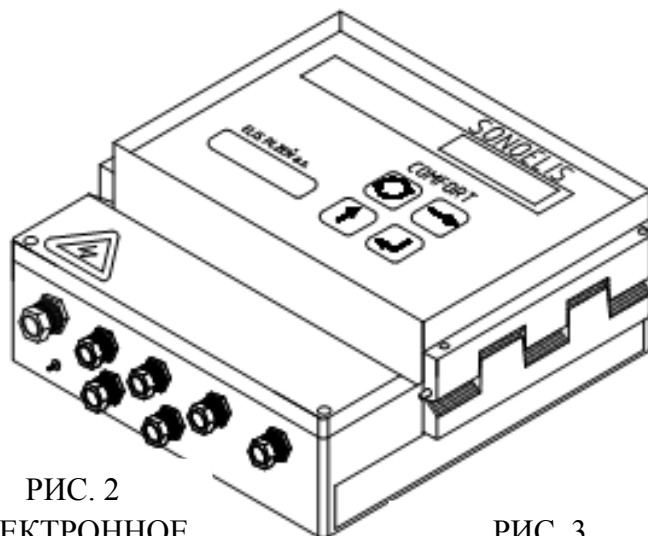

РИС. 2
- электронный блок UP 3.10 (рис. 2) - 1 шт;